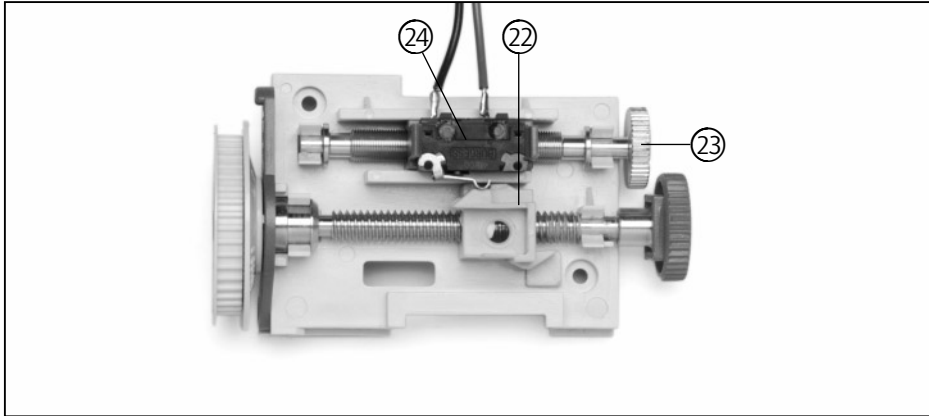

Abb. 10: Referenzpunkteinstellung (Tor ist geöffnet)
- Verdrehen Sie jetzt mit dem kleineren Rändelrad (23) die Einstellspindel, bis der Referenzpunktschalter (24) vom Schaltschlitten (22) betätigt wird (siehe Abb. 10).
- Drehen Sie nun das kleinere Rändelrad (23) noch 1 - 2 Umdrehungen gegen den Uhrzeigersinn.